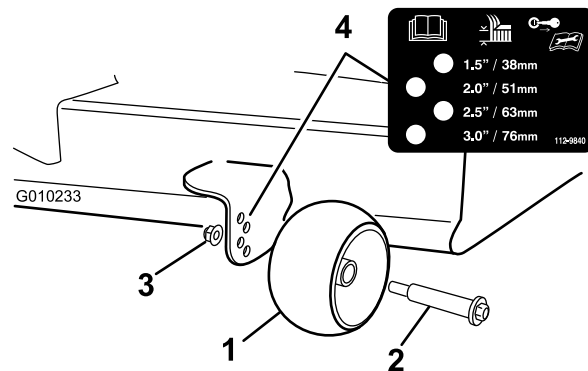

Figure 23
3. Réglez les galets anti-scalp (Figure 23) à la position correspondant le mieux à position de hauteur de coupe.